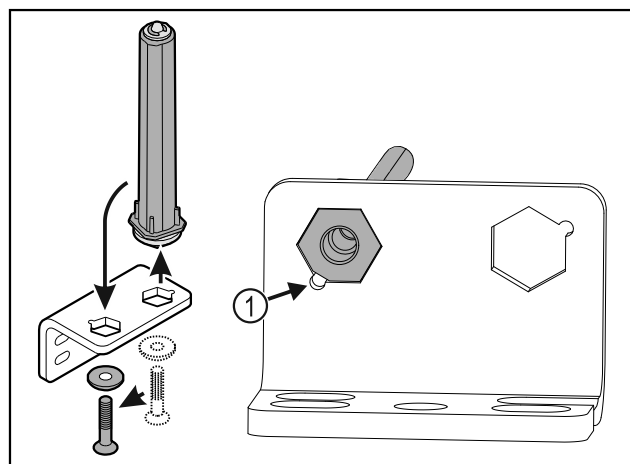

Fig. 22
- Dbajte na to, aby pri nasadzovaní ukazoval úkos čapu Fig. 22 (1) k okrúhlemu otvoru.